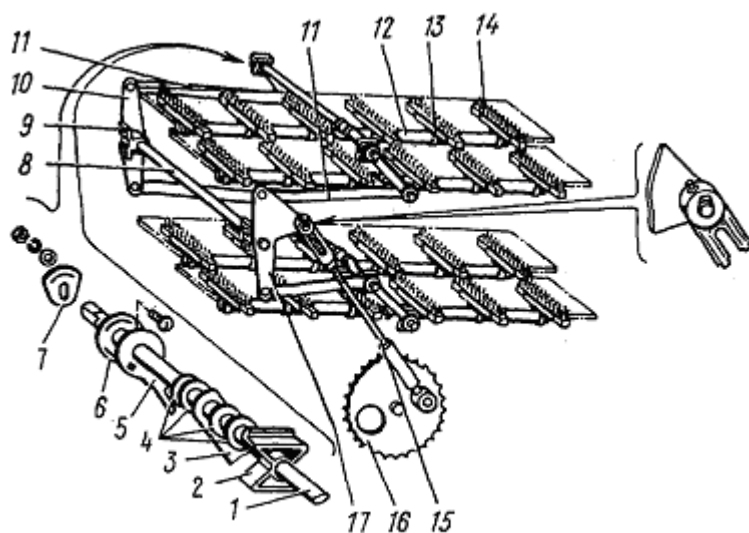

Рис. 6 Устройство щеточной очистки
4.3. Устройство щеточной очистки. Машина снабжена устройством щеточной очистки (рис. 6). Для очистки одного ряда решет предназначенны шесть щеток 14, которые вставлены в обоймы, расположенные на трубе.